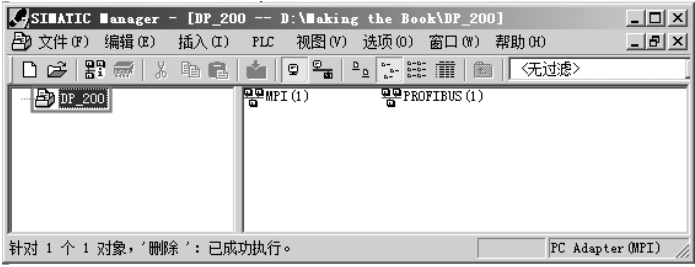

图 8-86 新建项目
2) 新建项目。单击“新建”按钮，弹出“新建 项目”对话框，在“命名 (M)”中输入一个名称，本例为“DP_200”再单击“确定”按钮，如图 8-86 所示。